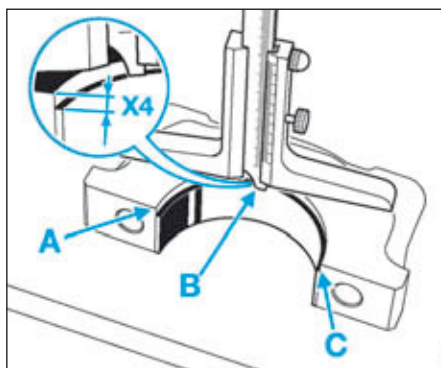

FIG.77
- Mesurer la distance (X4) entre le bord du coussinet et le flanc du chapeau de palier aux trois points (A), (B) et (C) à l'aide d'une jauge de profondeur (Fig.77).